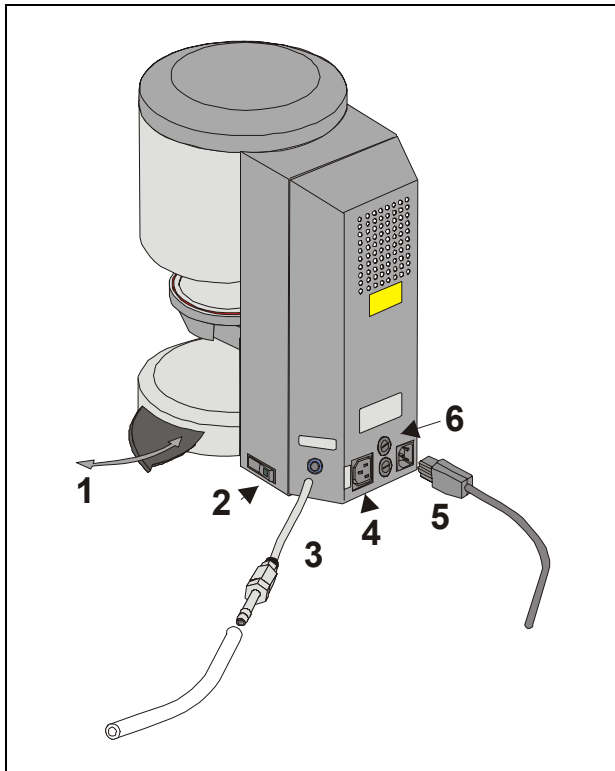

Fig. 1
Raccorder la pompe à vide (Fig. 1).
- Brancher l'appareil sur le secteur avec le cordon secteur fourni (Fig. 1). Utiliser un câble de type HO5RR-F 3G1,0 mm² pour le raccordement. Eviter le raccordement aux prises de distribution à rallonge; risque d'incendie en cas de surcharge.
Si l'appareil n'est pas utilisé, monter le lift dans l'enceinte de cuisson et arrêter l'appareil à l'interrupteur principal (voir fig. 1, rep. 2). La fermeture de l'enceinte de cuisson protège l'isolation et empêche la pénétration d'humidité.